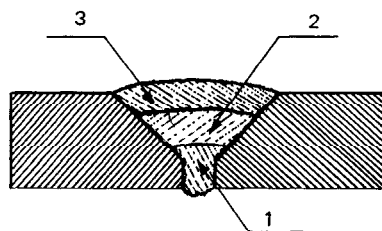

Figura 2.117
- ▲ Sexto paso *Deposite* el resto de los cordones hasta que los mismos cubran el chaflán (Figura 2.117).